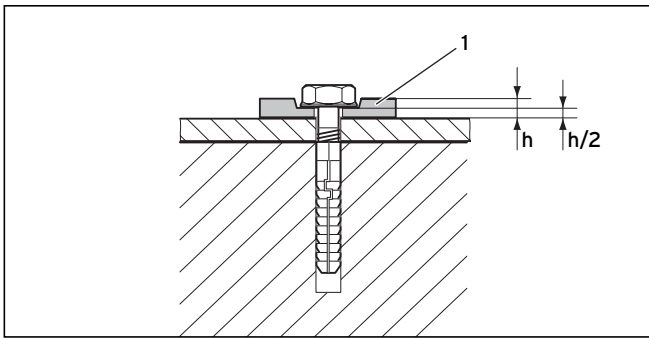

Рис. 4.20 Крепление с помощью гибких подкладных шайб
- Закрепите основание насадки шахты (2) четырьмя винтами на краю горловины.
Для компенсации расширения материала обязательно используйте 4 гибкие подкладные шайбы (1). Запрессуйте подкладные шайбы на 50%, см. рис. 4.20.